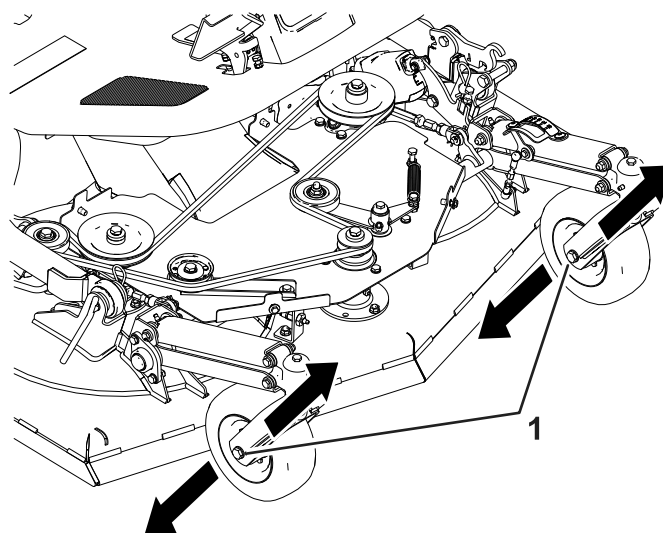

Figure 104
- A. Desserrez le boulon de roue pivotante d'un côté (Figure 104).
- B. Ajustez le boulon de roue pivotante dans la fente et serrez le boulon (Figure 104).